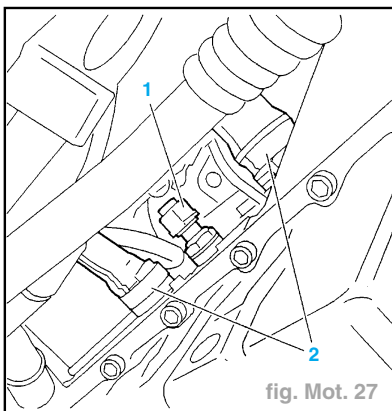

fig. Mot. 27
- Désaccoupler les durits (2) ; à l'aide d'une pince à collier (sur véhicules avec réfrigération) (fig. Mot. 27).
- Déconnecter le manomètre (1).
- Déposer le manomètre de pression d'huile (1).